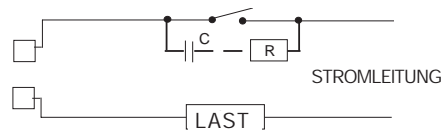

Abb.9 EXTERNER, ZUM AUSGANG DES GERÄTS IN REIHE GESCHALTETER KONTAKT
In diesen Fällen wird empfohlen, parallel zum externen Kontakt einen RC-Filter anzuschließen wie in Abb.9 gezeigt. Der Wert der Kapazität (C) und des Widerstands (R) sind in der folgenden Tabelle angegeben.